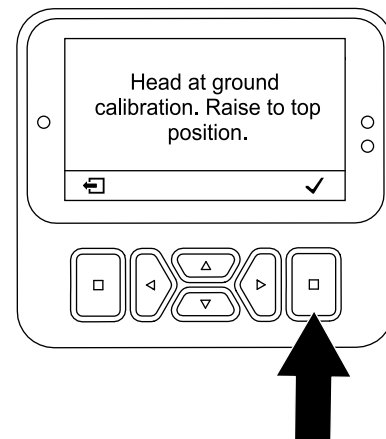

Figura 108
- Se os dentes começarem a penetrar no solo – prima o botão de selecção (Figura 108) e execute a aplicação TEACH GROUND HEIGHT; consulte a secção Executar a aplicação Teach Ground Height \(página 41\).